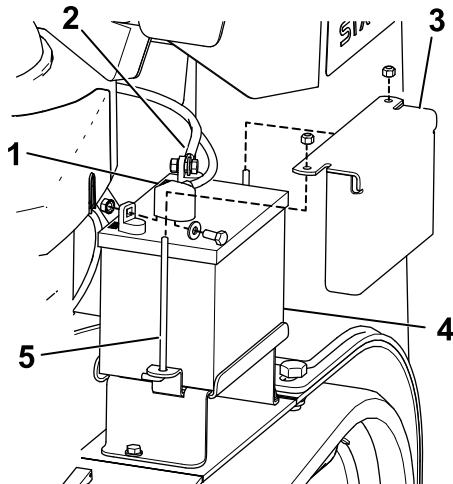

Figura 41
3. Levante la cubierta de goma negra del cable negativo. Desconecte el cable negativo del borne negativo (-) de la batería (Figura 41).
4. Retire la cubierta de goma roja del borne positivo (rojo) de la batería. Luego retire el cable positivo (rojo) de la batería (Figura 41).
5. Retire la pletina de sujeción, los pernos en J y las contratuerzas que sujetan la batería (Figura 41), y retire ésta.
1. Usando las fijaciones que retiró anteriormente, conecte el cable positivo (rojo) al borne positivo (+) de la batería (Figura 41).
3. Usando las fijaciones que retiró anteriormente, conecte el cable negativo (negro) al borne negativo (-) de la batería (Figura 41).
4. Sujete la batería con la barra y las tuercas de orejeta (Figura 41).